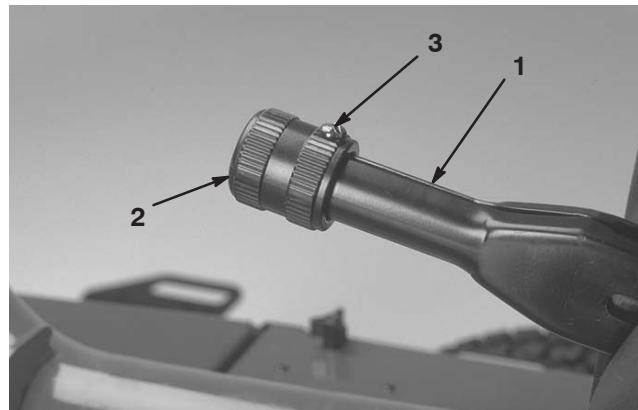

Bild 52
1. Lockern Sie die Stellschraube, mit der das Handrad am Feststellbremshebel befestigt ist (Bild 52).